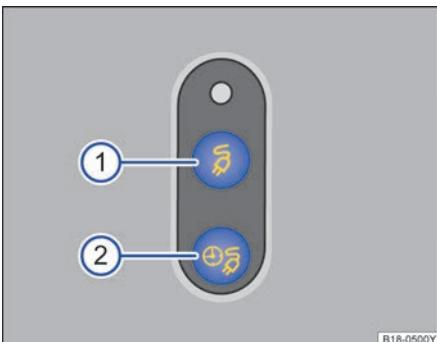

图 114 示意图：① 立即充电按钮, ② 延迟充电按钮。
- 按压立即充电按钮 ⇒ 图 114 ①，可中断或继续充电过程，此时充电插头仍保持锁止状态。
① 绿色指示灯持续亮起：充电过程已结束。
② 绿色指示灯脉动式亮起：正在充电。
- ③ 离开车辆后绿色指示灯快速闪烁约 1 分钟：已通过信息娱乐系统设定延迟充电（出发时间），但尚未开始。此时延迟充电按钮 ② 中的指示灯→图 114 ② 也将亮起。
- ④ 黄色指示灯闪烁：请将换挡杆置于 P 位置。
- ⑤ 黄色指示灯持续亮起：请检查充电电缆或电源。使用随车充电电缆时，控制盒上会显示电源状态。必要时请具有相应资质的专业人员提供专业帮助。
- ⑥ 红色指示灯持续亮起：充电系统存在故障。请联系专业人员处理。